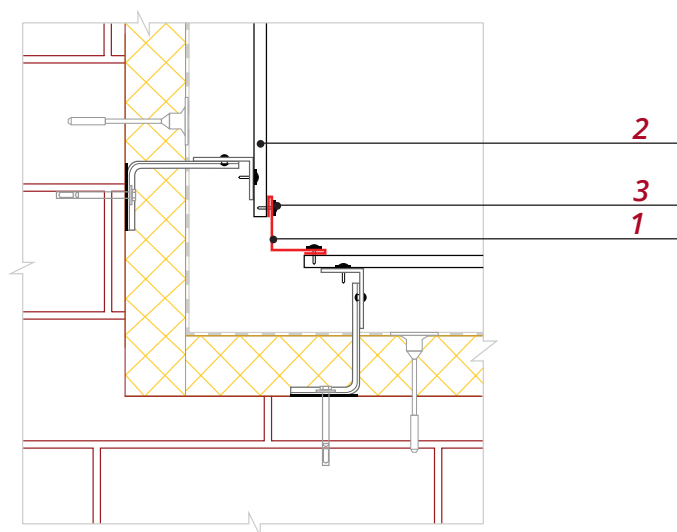

Рис. 10
■ Планку угла внутреннего простую **1** крепите после монтажа панелей сайдинга **2** (рис. 10). Рекомендуется использовать саморезы ПШС с окрашенной головкой **3**, вытяжные заклепки или кровельные саморезы 5,5х19.